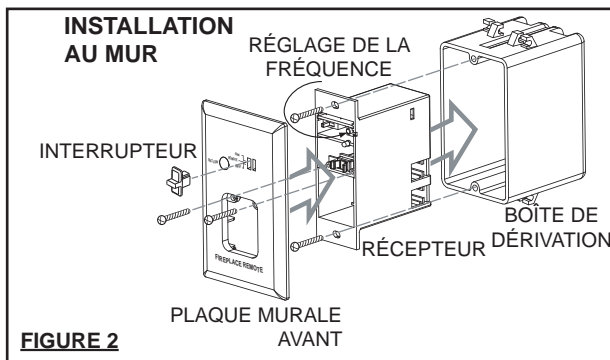

FIGURE 2
**1.2** Appuyez légèrement sur le compartiment à piles du récepteur puis relâchez-le afin de permettre au compartiment à piles de sortir. Retirez l'interrupteur. Glissez le récepteur hors de la plaque de montage de l'appareil. **FIGURE 2**
**1.3** À l'aide des vis fournies, fixez le récepteur à une boîte de dérivation existante, puis fixez la plaque murale à le récepteur. **FIGURE 2**
**Modèles à dégagement zéro :** le récepteur peut être installé dans le compartiment de contrôle du gaz situé sous l'appareil à l'exception des modèles pleine vision où l'accès à cet emplacement est interdit. Voir « Installation murale » (Figure 2).